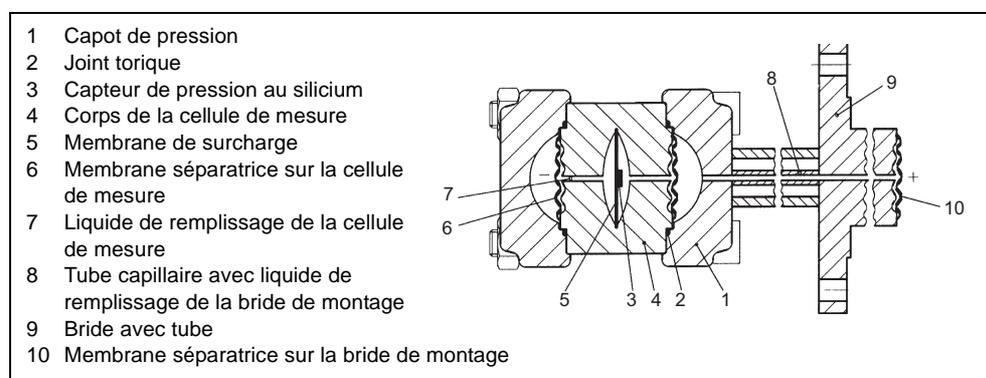

Figure 8 Cellule de mesure pour niveau, schéma de principe
La pression d'entrée (pression hydrostatique) agit hydrauliquement sur la cellule de mesure par l'intermédiaire de la membrane séparatrice (10, Figure 8) au niveau de la bride de montage. La pression différentielle présente à la cellule de mesure est transmise au capteur de pression au silicium (3) par les membranes séparatrices (6) et le liquide de remplissage (7). Lorsque les limites de mesure sont dépassées, la membrane de surcharge (5) se déforme jusqu'à ce que l'une des membranes séparatrices (6) touche le corps de la cellule de mesure (4) et protège ainsi le capteur de pression au silicium (3) contre les surcharges. La pression différentielle provoque une déformation de la membrane de mesure. Quatre résistances piézoélectriques montées en pont, incorporées à la membrane de mesure, voient leur valeur résistive changer. Ce changement de la résistance produit une tension de sortie du pont proportionnelle à la pression différentielle.